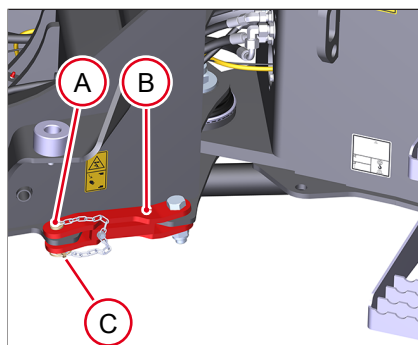

Fig. 178: Support pliant non inséré
1. Monter le support pliant (*voir Fig. 178 à la page 140*).